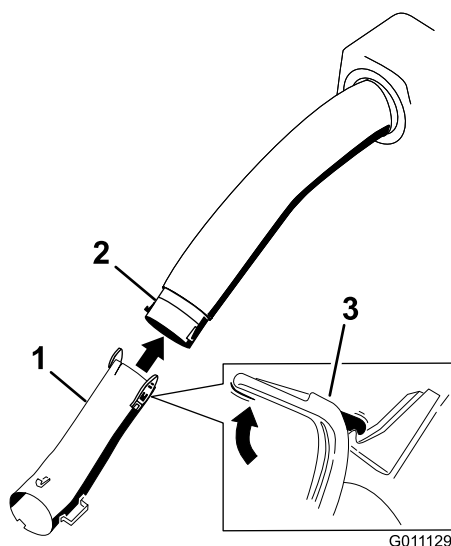

Figura 20
2. Instale el tubo inferior en el tubo intermedio con un solapamiento de 63,5 mm (Figura 20).
13. Retire las fijaciones y el tubo intermedio del tubo inferior (Figura 20).
15. Instale el tubo inferior en el tubo intermedio y conéctelos con 3 pernos (Nº 10 x 3/4 pulgadas), 3 arandelas planas (7/32 pulgada), y 3 contratuerzas (Nº 10) (Figura 20).